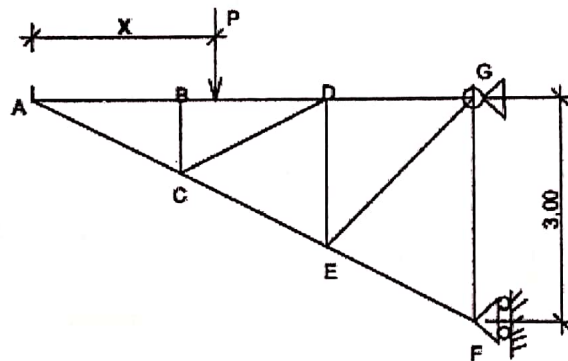

Figure 2-b
b) La distance  $x$  entre le point d'application de cette résultante  $P$  et le point A (figure 2-b).